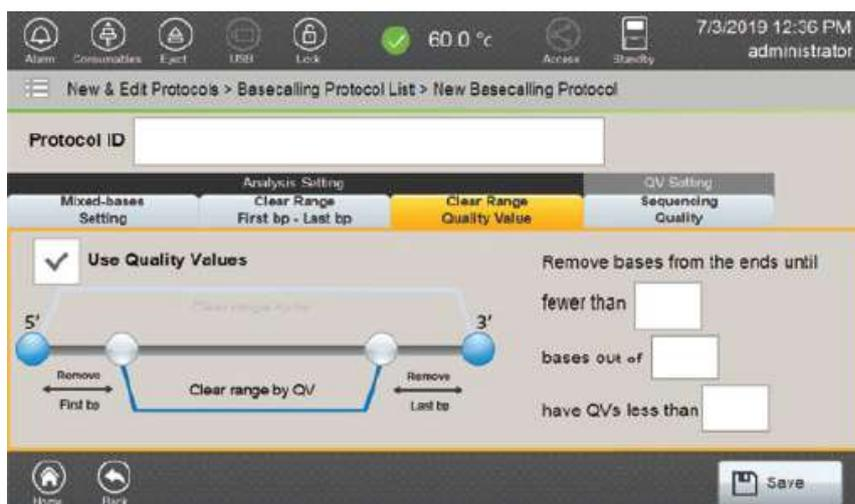

図 125 Clear Range Quality Value タブ
Clear Range Quality Value	<p>“Use Quality Values”にチェックを入れると、指定された quality value (図 125) を使用して first bp と last bp を決めることができます。</p> <p>注：新しい Basecalling Protocol を作成する場合、Clear Range Quality Value のデフォルトの設定が無効になっています。(Box にチェックが入っていません)</p> <p>QV 値に基づいた 5' end と 3' end からの base を取り除くことでソフトウェアが clear range を作ります。Clear range の結果内のスライディング window ではない base out of (例えば 30) には、「have QVs less than」で設定された値 (例えば 20) 以下の QV 値を持つ指定された base 数 (例えば fewer than が 4) 以上の Base が含まれます。(図 125)</p> <p>これらのパラメータを満たさないシーケンスの最初や最後のスライド式の 30base の window 部分は、それらの end から切り取られます。fewer than と bases out of の項目にソフトウェアが許可する最小値と最大値は、それぞれ 1bp と 1200bp です。</p> <p>fewer than に入力する値は、常に bases out of に入力する値より小さくしなければなりません。</p> <p>have QVs にソフトウェアが許可する最小値と最大値は、それぞれ 1 と 60 になります。</p>
7. もう一つの方法として、**Clear Range Quality Value** タブ (図 125) を選択し、**Use Quality values** ボックスにチェックを入れると、Clear range は Quality value によって決めることができます。**fewer than** に **bases out of** で指定した window サイズを超えて、**have QVs less than** で指定した QV より低い QV になる可能性のあるベース数を入力してください。例えば、**fewer than 4 bases out of a window size of 30 bases can have QVs less than 20** の場合など。(30 ベースの window サイズで QV 値が 20 以下となる可能性があるのは 4 ベース以下に相当します。)